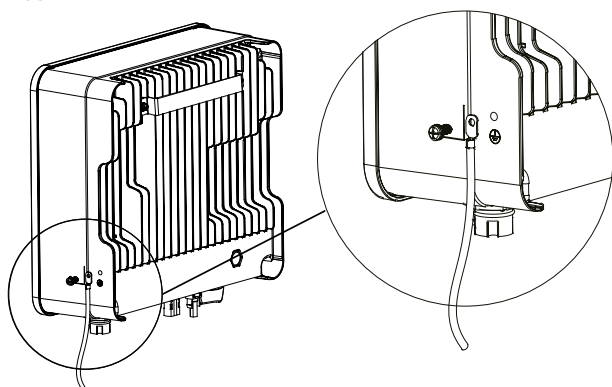

Fig. 36. Conexión del terminal de tierra.
2. Fijar el terminal de conexión a tierra al cable PE con una herramienta adecuada y bloquear el terminal de conexión a tierra al orificio de conexión a tierra en el lado inferior derecho del inversor, como se muestra en la Fig. 36.